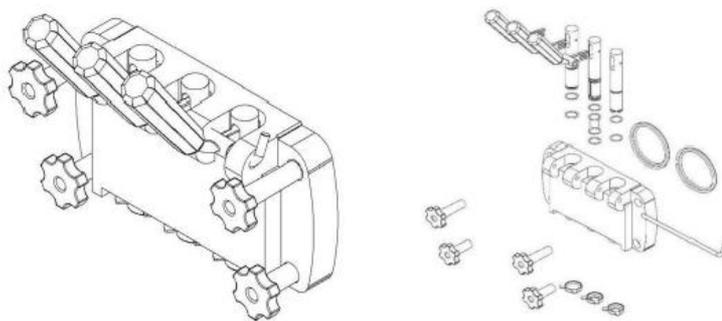

Рис.3
- Установите дозатор для мороженого, как показано на рис.3; Смажьте маслом уплотнительные кольца клапанов.